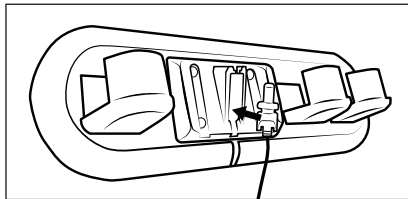

Fig. 4
- 1) Desmonte el soporte mural **17** del soporte para accesorios **16**. Inserte el conector coaxial **10** del adaptador de red **9** en el soporte mural **17** de la manera indicada en la siguiente figura. Gire el conector coaxial **10** para fijarlo (consulte la fig. 4).